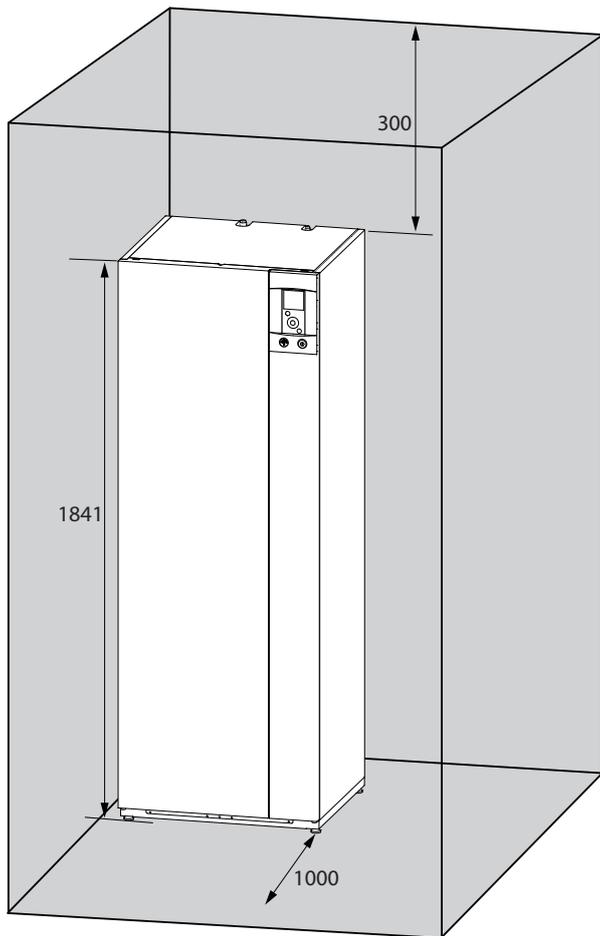

fig. 16 - Espaçamentos mínimos de instalação em torno do módulo hidráulico
- Para facilitar as operações de manutenção e permitir o acesso aos diferentes órgãos, recomenda-se de prever um espaço suficiente à volta do módulo hidráulico (fig. 16).